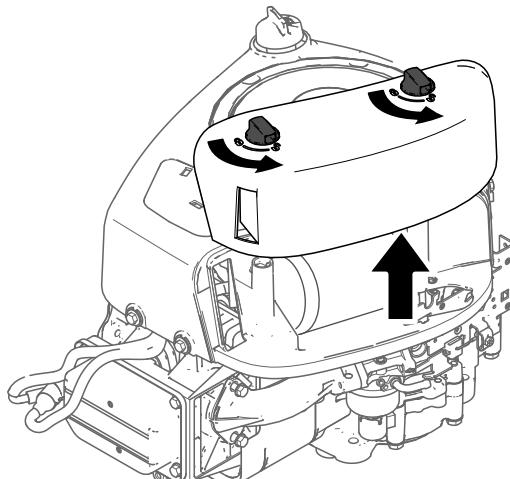

Bild 37
- Setzen Sie die Abdeckung auf und arretieren Sie diese mit den Verriegelungen (Bild 37).